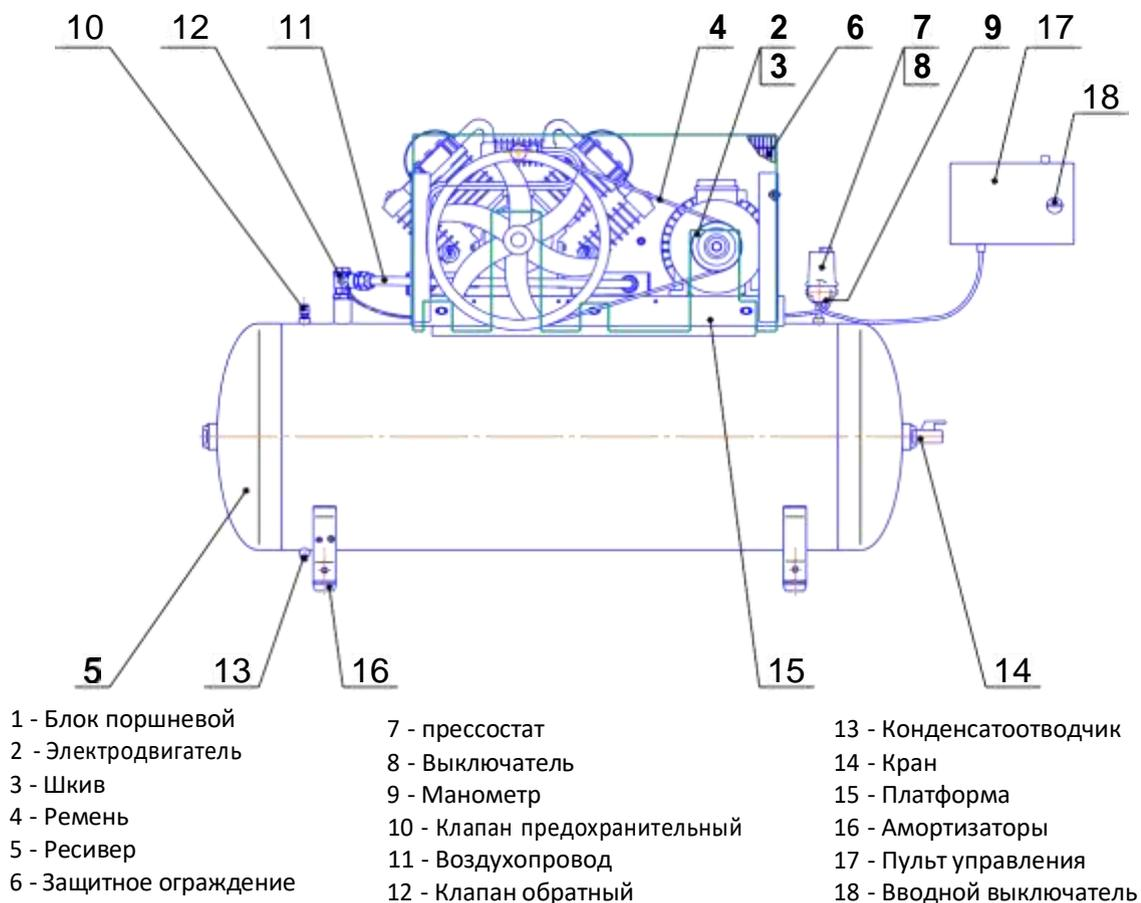

Рисунок 4 - Общий вид компрессора
- 17 - **Пульт управления** представляет собой короб закрытого типа с установленной платой, на которой смонтирована пускорегулирующая аппаратура и устройства защиты. Вводной выключатель поз. 18 (см. рисунок 4) предназначен для включения питания компрессора.